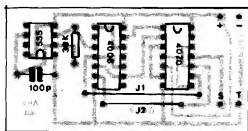

Fig. 3
- FIG. 3 - CHAPEADO DA MONTAGEM - Sobre o lado não cobreado da plaquinha, quase "nada": os três Integrados, o resistor, o capacitor e (não esquecer disso...) os dois jumpers (codificados como J1 e J2...), que nada mais são do que pedaços simples de fio interligando duas ilhas/furos específicos... O único ponto que requer um pouco mais de "zêio": a orientação de cada um dos Integrados, sempre referenciada pela marquinha existente em